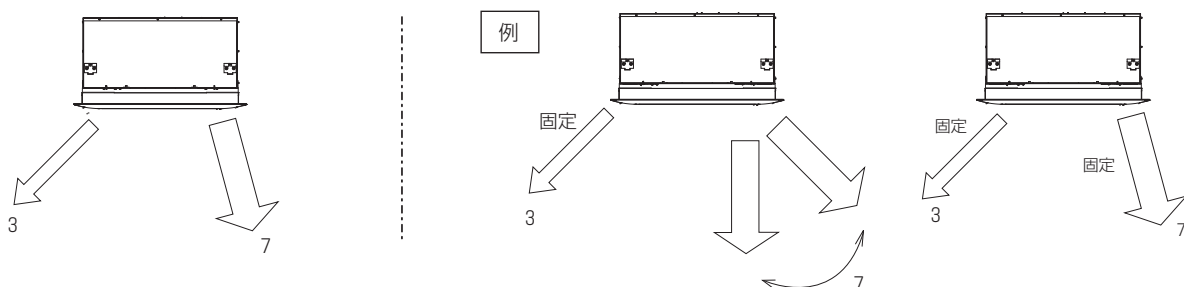

図21
- ※45、71、112形パネルの場合、7項の風の吹分けとの組合わせにより図21のように気流を選択できます。